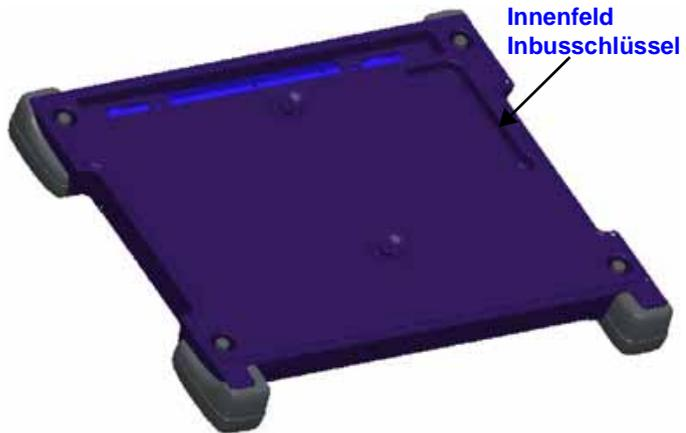

Abb. 3 Innenfeld Inbusschlüssel des Akku-Moduls
- 3 Entnehmen Sie den Inbusschlüssel aus der Aufnahme im Akku-Modul. Siehe Abb. 3.